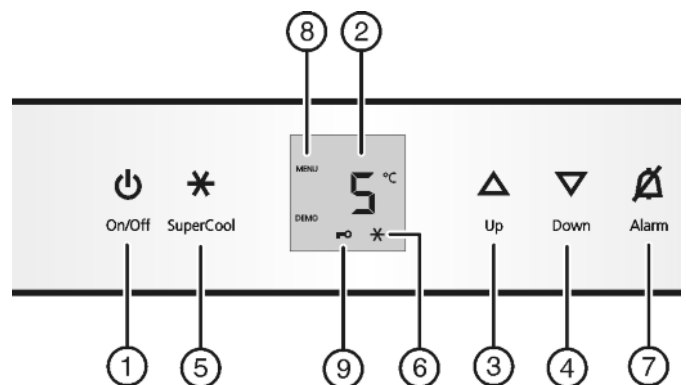

Fig. 2
- ▶ Taste On/Off *Fig. 2 (1)* drücken.
- ▶ Einstellmodus aktivieren: Taste SuperCool *Fig. 2 (5)* ca. 5 s drücken.
- ▶ Die Taste SuperCool *Fig. 2 (5)* kurz drücken, um zu bestätigen.
- ▶ Zum Einschalten der Kindersicherung Taste SuperCool *Fig. 2 (5)* kurz drücken.
- ▷ Das Symbol Kindersicherung *Fig. 2 (9)* leuchtet. In der Anzeige blinkt **c**.
- ▶ Zum Ausschalten der Kindersicherung Taste SuperCool *Fig. 2 (5)* kurz drücken.
- ▷ Das Symbol Kindersicherung *Fig. 2 (9)* erlischt. In der Anzeige blinkt **c**.
- ▶ Einstellmodus deaktivieren: Taste On/Off *Fig. 2 (1)* drücken.
- ▶ Taste Alarm *Fig. 2 (7)* drücken.
- ▶ Temperatur wärmer einstellen: Einstelltaste Up *Fig. 2 (3)* drücken.
- ▶ Temperatur kälter einstellen: Einstelltaste Down *Fig. 2 (4)* drücken.
- ▶ Taste SuperCool *Fig. 2 (5)* kurz drücken.
- ▷ Das Symbol SuperCool *Fig. 2 (6)* leuchtet in der Anzeige.
- ▶ Taste SuperCool Fig. 2 (5) kurz drücken.
- ▷ Das Symbol SuperCool Fig. 2 (6) erlischt in der Anzeige.